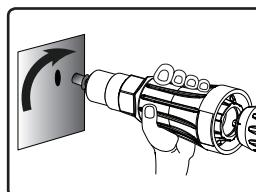

Fig 8
4. Hold the adaptor or the handle bar and engage the drill in clockwise rotation to fasten the rivet. [Fig 8] If <clicking> is heard before the rivet is fastened, repeat Steps 2-4.
4. Bien tenez l'adaptateur ou le guidon et la perceuse, fixez le rivet avec la perceuse tournez dans le sens des aiguilles d'une montre [Fig 8] Si <clic> est entendu avant le rivet est fixé, répétez les étapes 2-4. L'utilisation du guidon est optionnelle.
4. Sujete el adaptador o el manillar, gire el taladro hacia a la derecha para fijar el remache. [Fig 8] Si escuche el sonido <clique> antes de terminar la fijación, repite los pasos 2-4. El uso del manillar es opcional.